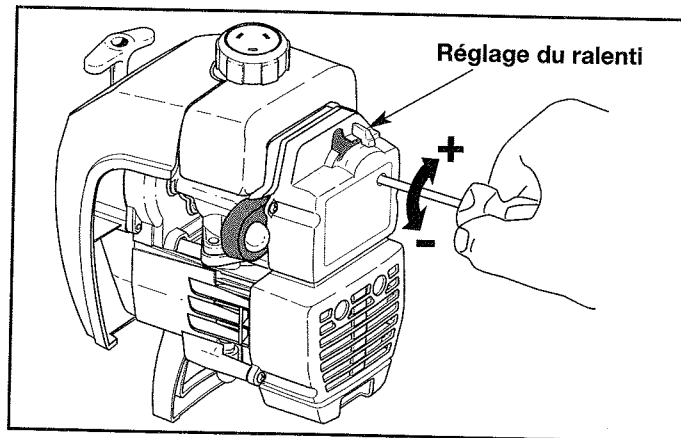

Fig. 28
2. Relâchez la gâchette d'accélération et laissez le moteur au ralenti. S'il s'arrête, insérez un petit tournevis cruciforme ou à lame plate dans l'orifice du carter du filtre à air/pot d'échappement (Fig. 28). Tournez la vis de réglage du ralenti d'un huitième de tour à la fois (selon les besoins), dans le sens des aiguilles d'une montre, jusqu'à ce que le moteur tienne le ralenti. Reportez-vous aux indications concernant le nombre de tours/minutes au ralenti.